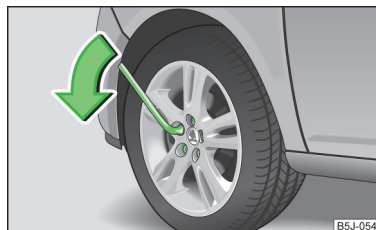

Fig. 141
- Agarre la llave por el extremo y gire el tornillo aproximadamente **una** vuelta en el sentido de la flecha » fig. 141.
- Agarre la llave por el extremo y gire el tornillo en el sentido contrario al de la flecha » fig. 141 hasta que quede fijo.